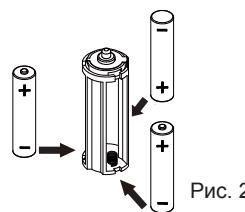

Рис. 2
- Włożyć 3 baterie AAA zgodnie z oznaczeniami pokazanymi w pojemniku na baterie (2) (see Fig 2).
2. Вставьте 3 батарейки размера AAA в отсек для батареек (См. рис. 2).